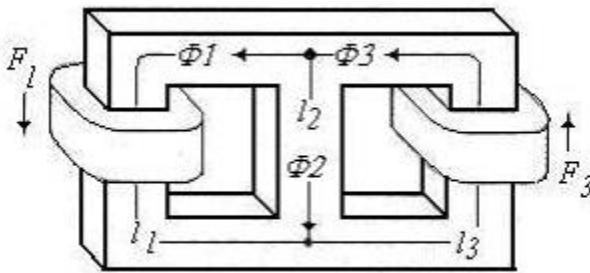

Fig. 8
9.-El circuito magnético paralelo de la Fig. 8 es de silicio-acero con la misma área de sección transversal en toda su extensión  $S = 1,30$  cm2. Las longitudes medias son  $l_1 = l_3 = 25$  cm,  $l_2 = 5$  cm. Las bobinas tienen 50 vts. cada una. Dado que  $\phi_1 = 90$   $\mu$ wb y  $\phi_3 = 120$   $\mu$ wb. Halle las corrientes de las bobinas.-